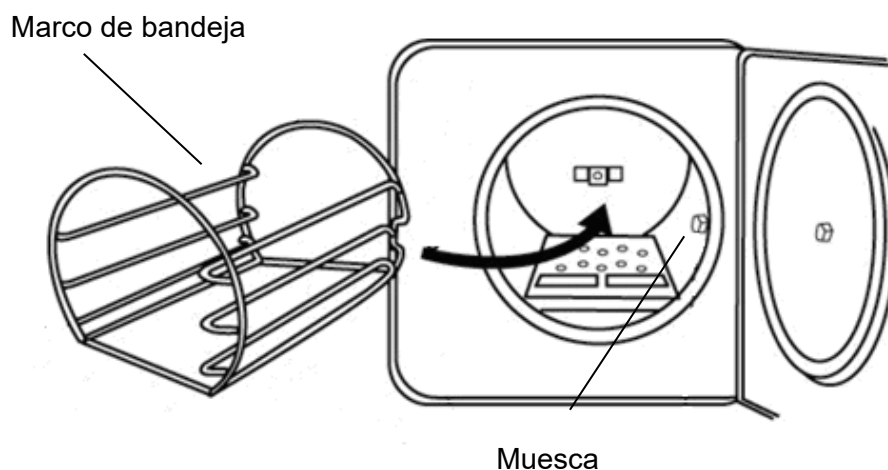

Figura 30
D. Instale el marco de la bandeja como se muestra en la Figura 30 (accesorio opcional).
**Precaución:** El marco se debe instalar como se indica la Figura 30 según se muestra a continuación. La muesca del marco pasará por el cojinete la cámara.